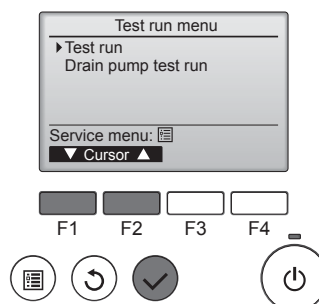

Fig. 6-4
- ④ Wählen Sie "Test run" (Testlauf) mit der Taste [F1] oder [F2], und drücken Sie die dann die Taste [✓]. (Fig. 6-4)